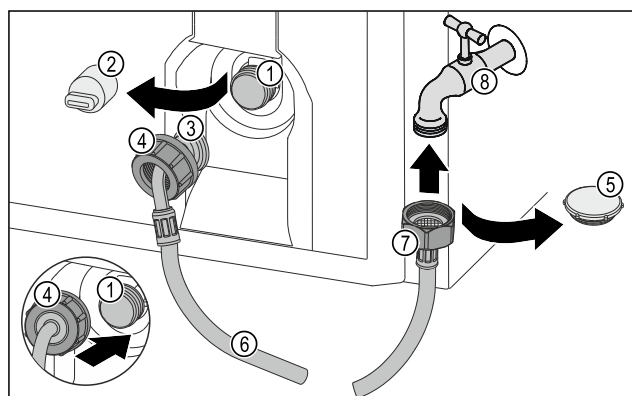

Fig. 16
- ▶ Wyciągnąć zatyczkę Fig. 16 (5).
- ▶ Prosty koniec węża Fig. 16 (7) nałożyć na zawór wody Fig. 16 (8).
- ▶ Dokręcić nakrętkę na prostym końcu węża Fig. 16 (7) w kierunku zgodnym z ruchem wskazówek zegara.